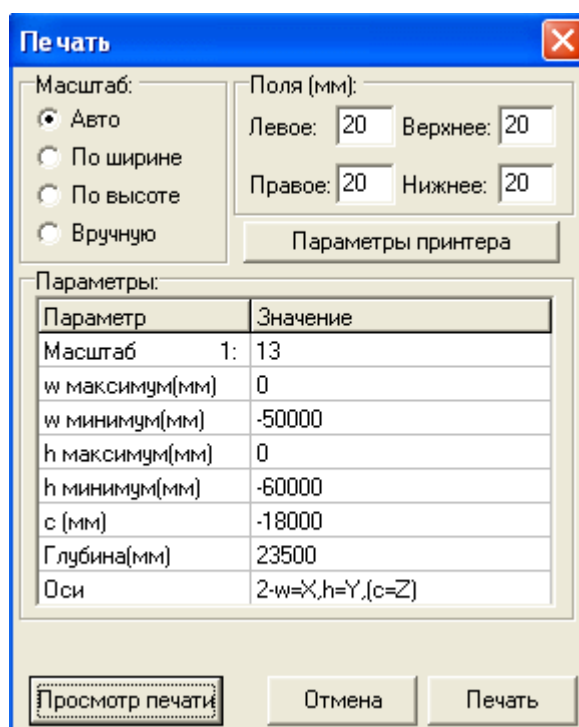

Рис. 3-3. Диалог печати текущего контура.
- **Печать.** Этот пункт меню вызывает диалоговое окно печати текущего проекта Рис. 3-3.